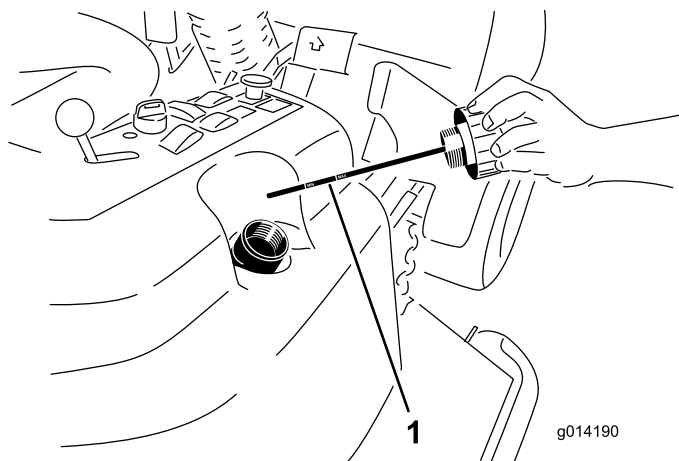

Рисунок 52
4. Снимите крышку заливной горловины бака гидравлической жидкости (Рисунок 52).
5. Извлеките масломерный щуп и протрите его чистой ветошью (Рисунок 52).
6. Вставьте масломерный щуп в заливную горловину до отказа; затем извлеките его и проверьте уровень жидкости (Рисунок 52).